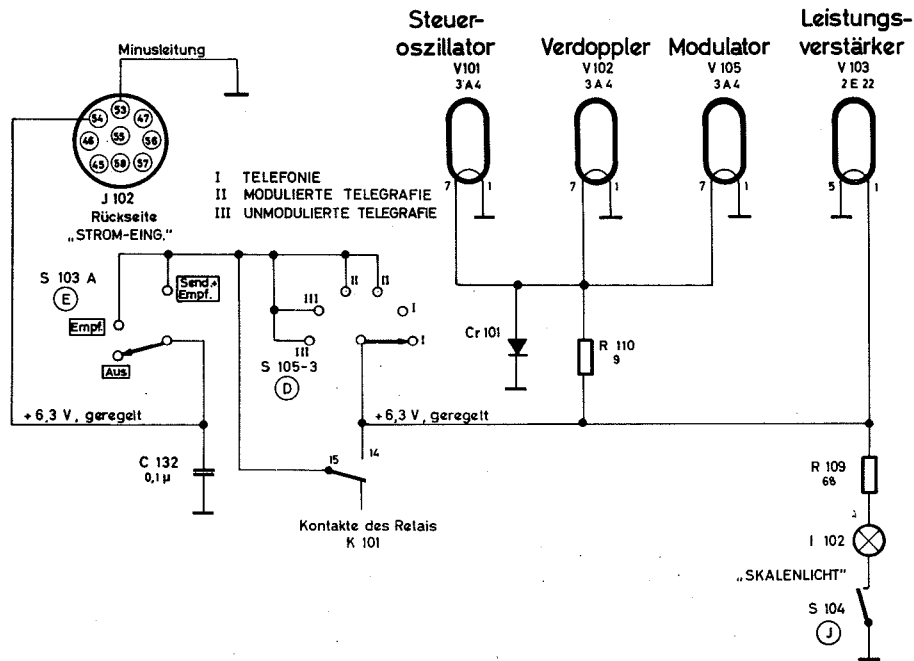

Bild 78 Heizkreise des Senders
5.2.10 Heizleitungen im Sender (Bild 78)